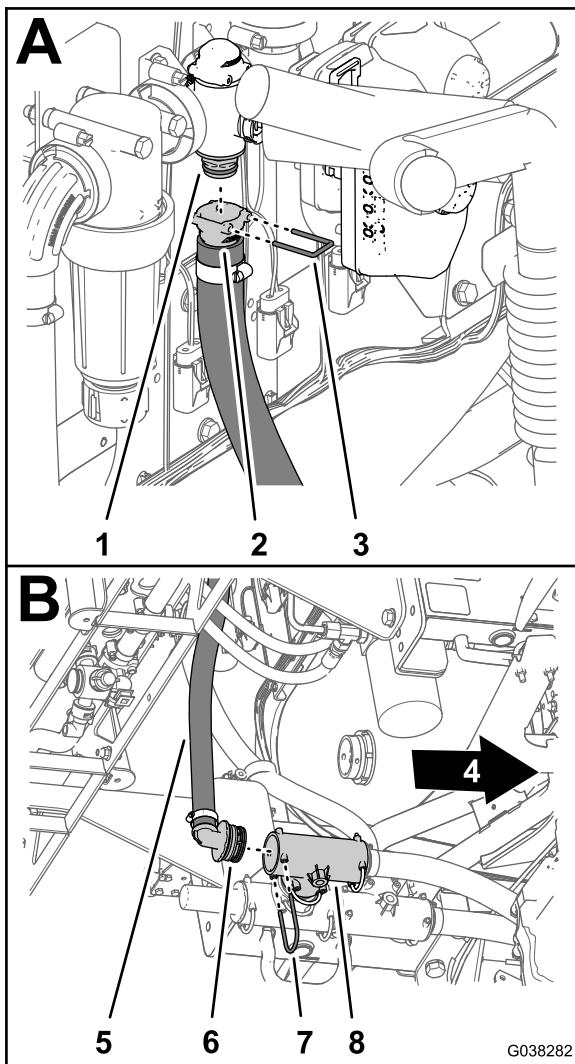

Figura 64
- Conecte el acoplamiento rápido (dentado recto) de la manguera de retorno (2,5 cm x 71 cm) en el acoplamiento rápido de la válvula de caudal con la horquilla de retención (pequeña) suministrada con la manguera (Figura 64).
3. Conecte el acoplamiento dentado de 90° de la manguera de retorno al orificio trasero del acoplamiento en T interior (Figura 64).